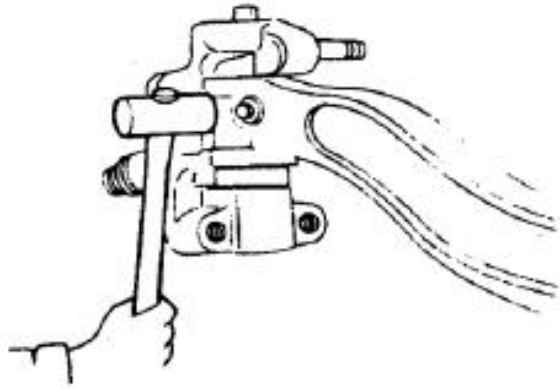
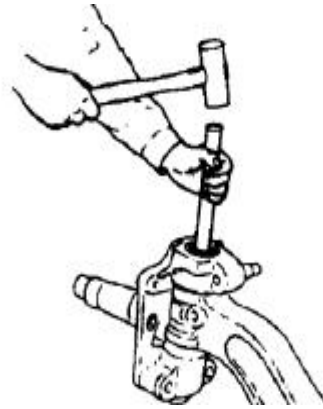

图 5-17
图 5-18
- (4) 用铜锤敲打螺母，将锁销与主销之间敲松。(图 5-17)
- (5) 拆下锁销螺母和锁销。
- (6) 使用铜锤和铜棒将主销从上向下敲下。(图 5-18)